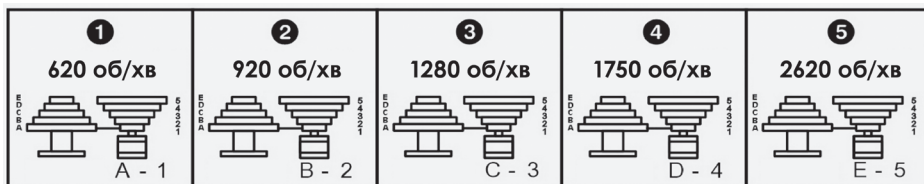

Рисунок 2. Схема відповідності положення привідного паска на шківях режиму швидкості.
- 3) Послабити кріпильний гвинт фіксації двигуна та переставити привідний пасок на потрібні шківи відповідно до рис. 2.